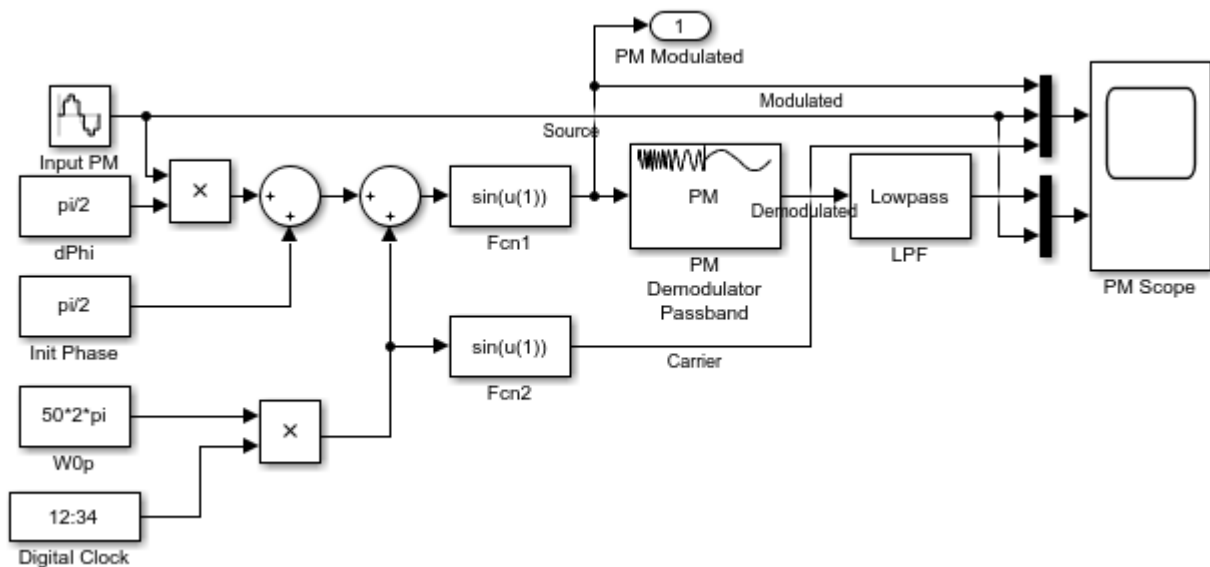

Рис. 3: Схема моделирования фазовой модуляции
4.1. По аналогии с предыдущим пунктом задания, создать следующую схему фазовой модуляции (сохранить модель с именем файла `lab_modulation_pm.slx`), согласно рис. 3, используя следующие дополнительные блоки:
4.2. По аналогии с предыдущим пунктом задания, подписать элементы модели согласно подписям на рис. 3 и проводники, показав где какой сигнал проходит. Настроить следующие параметры определенных компонентов модели, для чего дважды кликнуть на нужный элемент, после этого ввести соответствующие значения параметров в нужные поля, согласно списку: